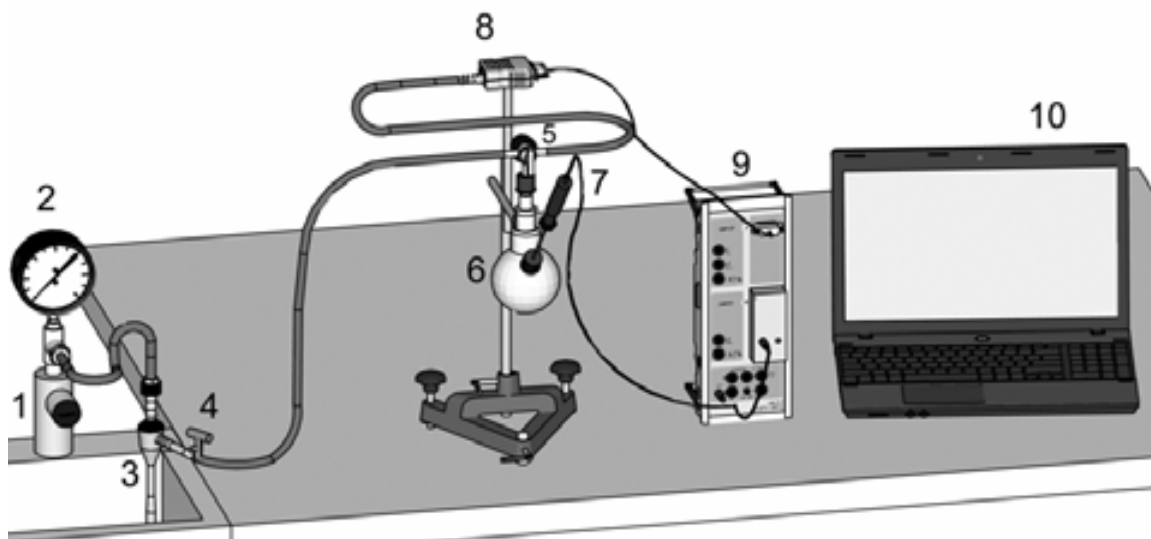

Рис.3 Экспериментальная установка для исследования работы водоструйного вакуумного насоса
Рис. 3. Общая схема установки для исследования эффекта Джоуля – Томсона. (1) Ноутбук, (2) Сенсор - CASSY Lab2, (3) Воздушный дроссель для наблюдения эффекта Джоуля –Томсона
Схема установки представлена на рис. 3. Вода через вентиль (1) и манометр (2) подается в пластиковый водоструйный насос (3) и сливается в раковину. Отсасывающий штуцер насоса подсоединен к крану (4) и к тройнику (5), соединённым с вакууммируемым сосудом (6) с двумя горлышками. Боковое гнездо закрыто пробкой с термопарой (7).